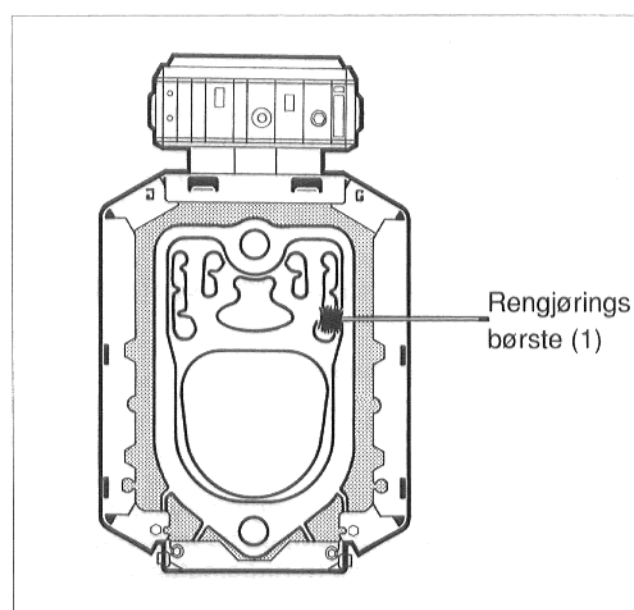

fig. 39
- Med rengjøringsbørsten (1) rengjøres kanalene på siden (fig. 39). Rengjøringen utføres med vannrette og sveivende bevegelser.